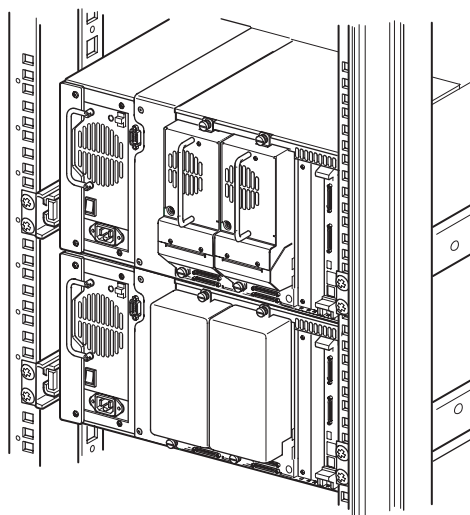

Figura 2–6: Installazione della libreria MSL5026/MSL5030 (rack 9000)
1. Installare due librerie MSL5026/MSL5030, come mostrato nella Figura 2–6, attenendosi alle istruzioni riportate nella *Guida dell'utente della libreria hp StorageWorks MSL5000*.
IMPORTANTE: In caso contrario, sarà necessario estrarre in sequenza ciascuna libreria dalla parte anteriore del rack per poter accedere alla vite della copertura superiore del meccanismo PTM di una libreria inferiore. Vedere la Figura 2–8 per la posizione delle viti.